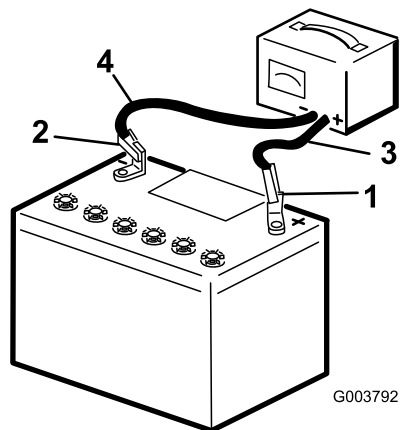

Figure 44
- Chargez la batterie pendant 10 à 15 minutes entre 25 et 30 A, ou pendant 30 minutes à 6 A (Figure 44). Ne chargez pas la batterie excessivement.
- Quand la batterie est chargée au maximum, débranchez le chargeur de la prise, puis débranchez les fils du chargeur des bornes de la batterie (Figure 44).